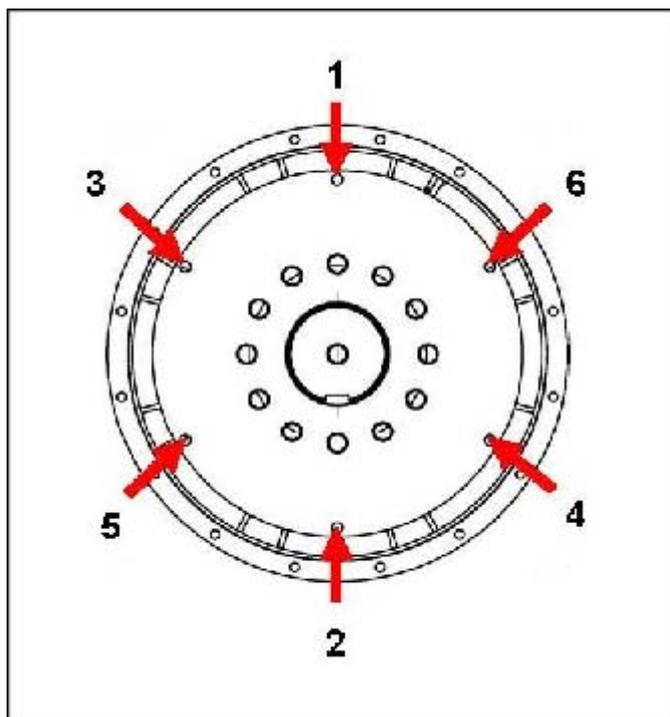

ABBILDUNG 16. REIHENFOLGE DER BEFESTIGUNG AN SCHWUNGRAD
10. Kupplungsbefestigungsschrauben am Schwungrad in der Reihenfolge festziehen wie dargestellt in Abbildung 16 auf Seite 32